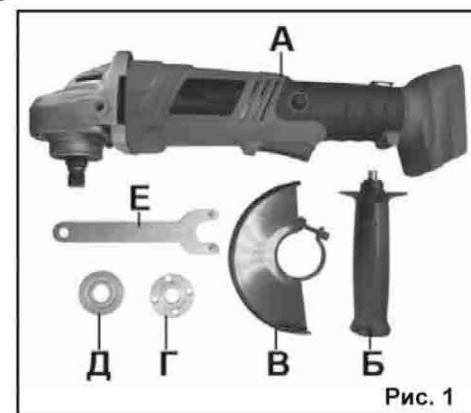

Рис. 1
3.1. Комплектность представлена на Рис.1.